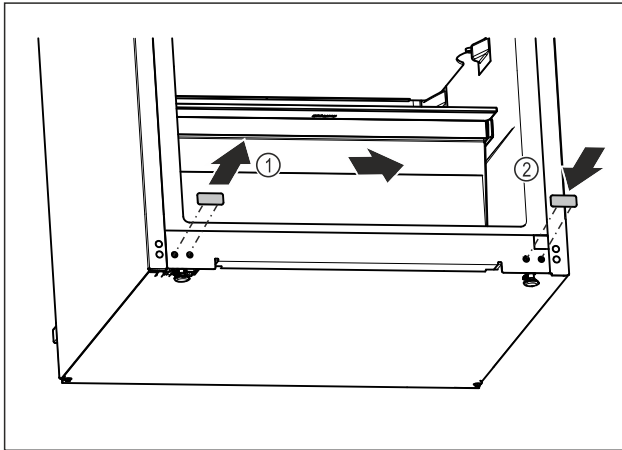

Fig. 21
- Vedä peitetulpat irti. Fig. 21 (1)
- Aseta peitetulpat vastapäiselle puolelle. Fig. 21 (2)